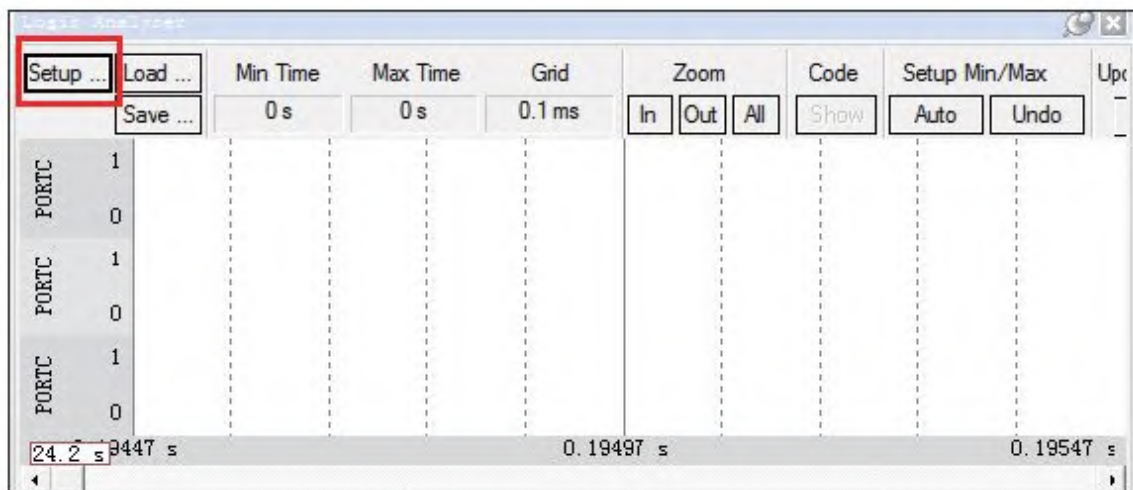

图 5-7 仿真逻辑分析仪
8) 点击  选中  逻辑分析仪。点击Setup输入要分析的引脚，见图5-7。